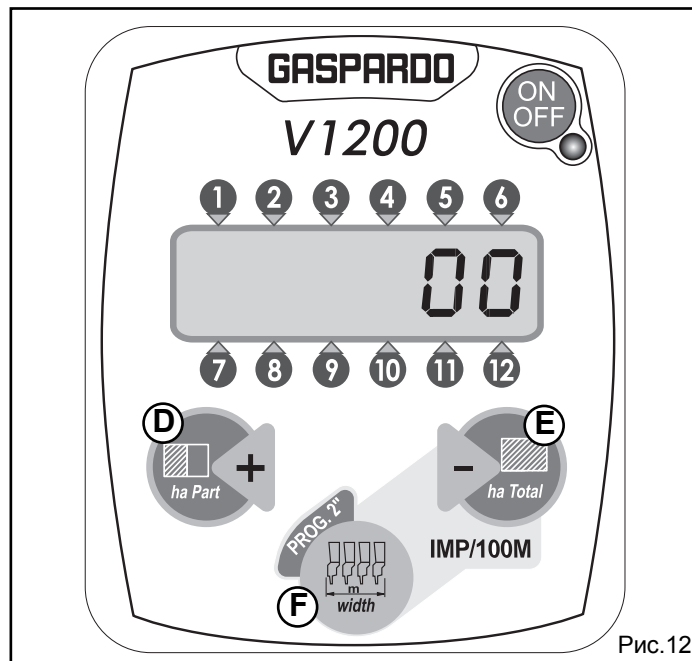

Рис.12
Включить монитор и выполнить тест, продолжительностью около 2-х секунд, во время которого на дисплее загорятся все сегменты и сработает звуковой сигнальный прибор (buzzer). После окончания теста, в течение 3-х секунд, появится изображение часов наработки. В течение этого времени можно будет обнулить часы, держа нажатой любую из кнопок (D) (E) (F) (Рис. 12).